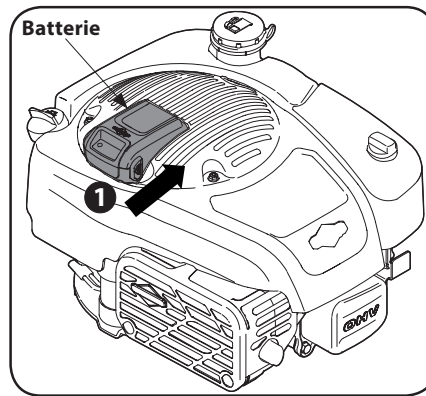

Figure 3-3
1. Vérifiez que le plateau de la batterie qui se trouve sur la partie supérieure du moteur est propre et débarrassée de tout débris. Nettoyez le plateau avec une brosse ou un chiffon au besoin. Poussez la batterie sur le plateau de la batterie jusqu'à ce qu'elle s'enclenche en place. Voir Figure 3-3.